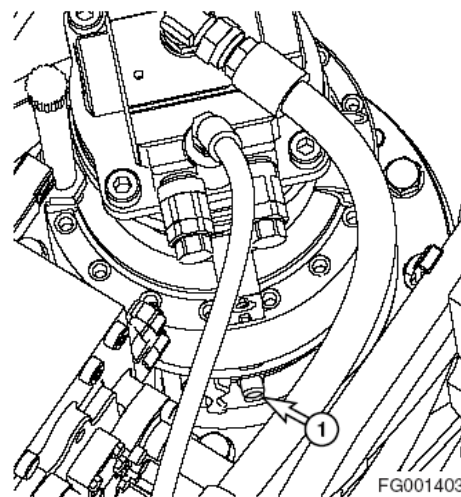

Рис. 69
2. Снять заглушку с вентиляционного отверстия (1, рис. 69) механизма редуктора поворота.
4. Установить заглушку вентиляционного отверстия (1, рис. 69) в механизме редуктора поворота.